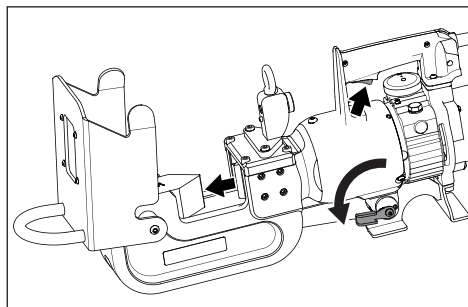

Abbildung 7, Kolben ausfahren
- Drücken Sie bei Richtungshebel in Position 1 den Abzugshebel, und halten Sie diesen gedrückt, um den Kolben auszufahren, und das bewegliche Messer nach vorn zu bewegen. Siehe Abbildung 7.